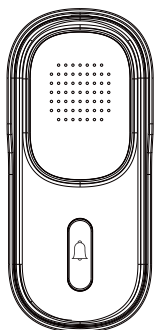

FIGURA 01
01. Ao pressionar o botão de “**campainha**” do porteiro (módulo externo) conforme figura 01, o interfone (módulo interno) irá começar a emitir um aviso sonoro, informando que alguém está a chamar.